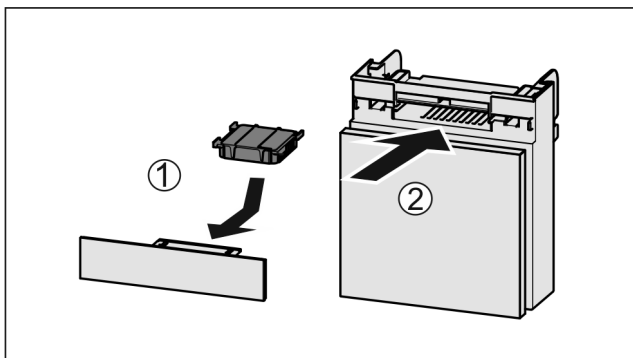

Fig. 83
- ▶ Introduceți Fig. 83 (1) filtrul de cărbune activ după cum se vede în figură.
- ▶ Împingeți Fig. 83 (2) compartimentul în interior.